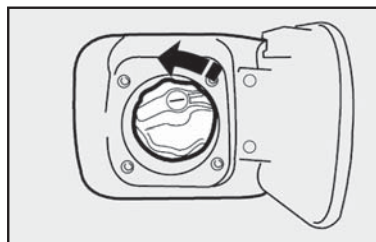

fig. 83
- segure a tampa e gire a chave no sentido anti-horário; prossiga girando a tampa **fig. 83** até o seu completo desalojamento.